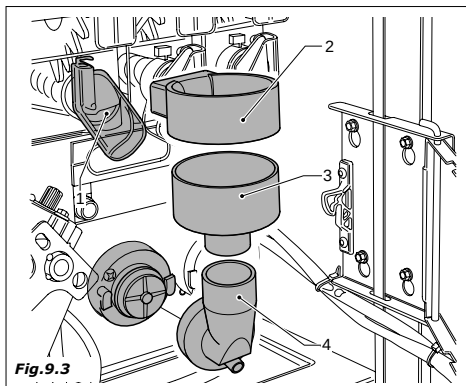

Fig. 9.3
- embudos y cierre magnético de contenedores de producto (Fig. 9.3-pos. 1)
- salida de agua, (2), batidoras (3) y aspas de las batidoras (4)